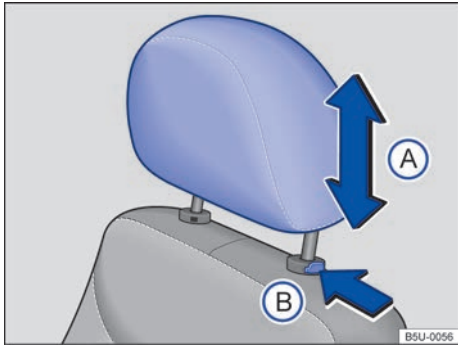

Fig. 42 Desmontar el apoyacabezas delantero.
- Presionar la tecla \Rightarrow fig. 42 (B) en el sentido de la flecha. Retirar el apoyacabezas con la tecla presionada.